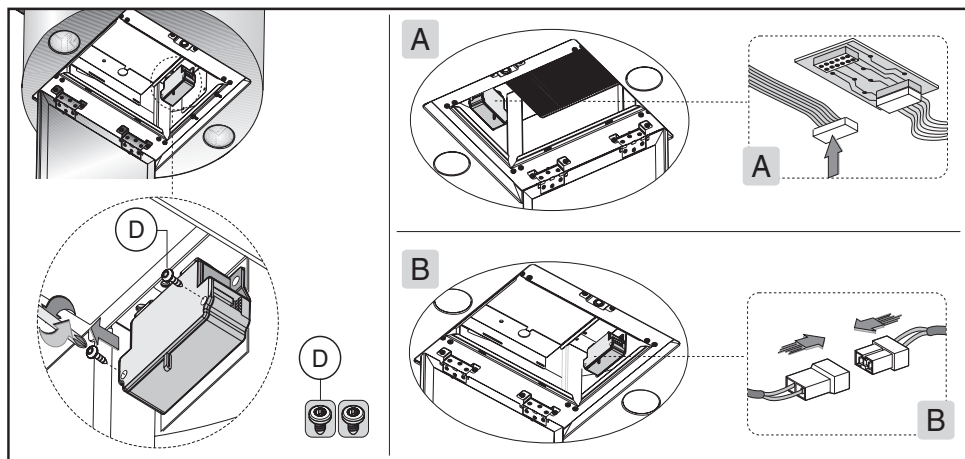

Fig.12
Prima di effettuare il collegamento, svitare le 4 viti **D** delle due scatole e aprire i coperchi (Fig.12)
- Effettuare le connessioni elettriche tra il corpo cappa e il gruppo motore (Fig.12 **A** e **B**).